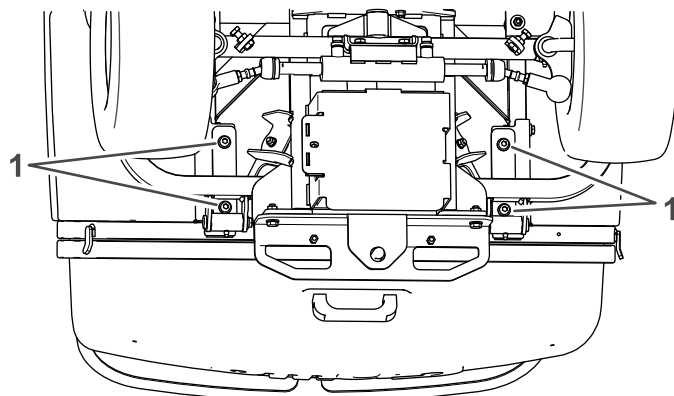

図 107
1. ホッパーの昇降サポートをホッパー下のフレームに固定しているボルト4本をゆるめる 図 107。
4. ボルト4本を締め付ける 図 107。